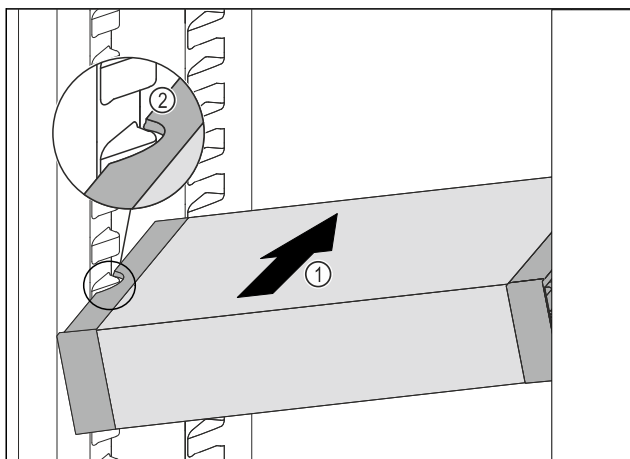

Fig. 45
- ▶ Zasuňte VarioSafe do chladničky pod úhlem tak Fig. 45 (1), aby vybrání na bocích Fig. 45 (2) VarioSafe byla na úrovni žebrování na nádoby v chladniče.